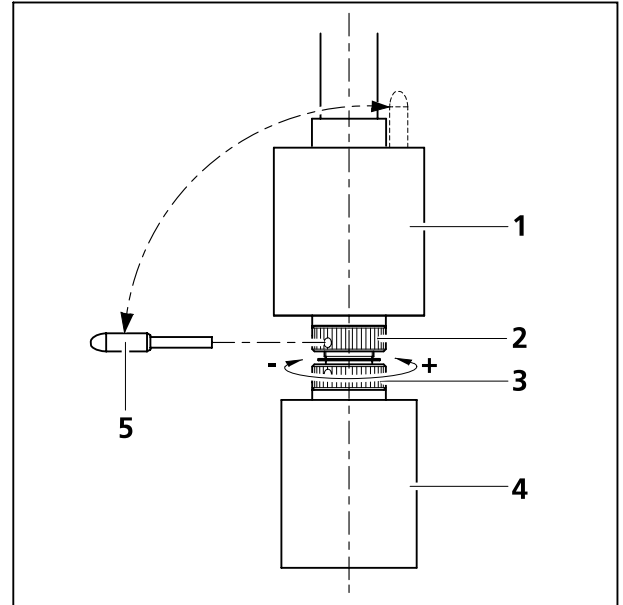

Bild 3-11 Friktionsmoment einstellen
Die Trieblänge des X- bzw. Y-Triebes kann durch axiales Verschieben des jeweiligen Triebknopfes (Bild 3-11/4 bzw. 1) innerhalb eines Bereiches von ca. 15 mm verändert werden.
(1) X-Trieb
- Triebknopf für X-Verstellung (Bild 3-11/4) ganz nach unten schieben.
- Mitgelieferten Justierstift (Bild 3-11/5) dem Triebknopf für die Y-Verstellung (Bild 3-11/1) entnehmen und in eine der Bohrungen der unteren Lochmutter (Bild 3-11/3) einstecken.
- Triebknopf für X-Verstellung (Bild 3-11/4) festhalten und Lochmutter mit Justierstift im Uhrzeigersinn (kleineres Friktionsmoment: $-$) oder gegen Uhrzeigersinn (größeres Friktionsmoment: $+$) verstellen, bis gewünschte Gängigkeit erreicht ist (siehe Bild 3-11).
(2) Y-Trieb
- Triebknopf für Y-Verstellung (Bild 3-11/1) ganz nach oben schieben.
- Mitgelieferten Justierstift (Bild 3-11/5) in Bohrung der oberen Lochmutter (Bild 3-11/2) einstecken.
- Triebknopf für Y-Verstellung (Bild 3-11/1) festhalten und Lochmutter mit Justierstift im Uhrzeigersinn (kleineres Friktionsmoment: $-$) oder gegen Uhrzeigersinn (größeres Friktionsmoment: $+$) verstellen, bis gewünschte Gängigkeit erreicht ist.
- Justierstift wieder in Triebknopf für die Y-Verstellung (Bild 3-11/1) einstecken.